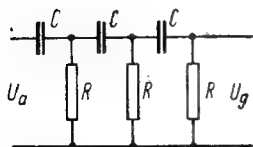

Bild 40
- a) Dreigliedrige RC-Kette, anwendbar bei Pentoden und steilen Trioden (Bild 40):